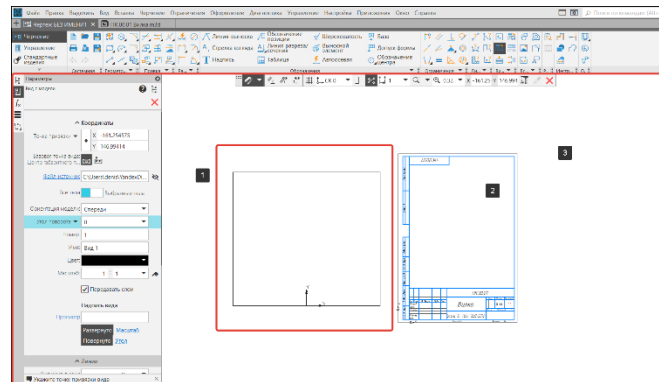

Рисунок 199 – Документ Чертеж
- Программа автоматически создаст файл «Чертеж». В графической части документа (3) расположен лист форматки (2) (по умолчанию А4) и фантом вида (1) (Рисунок 199);